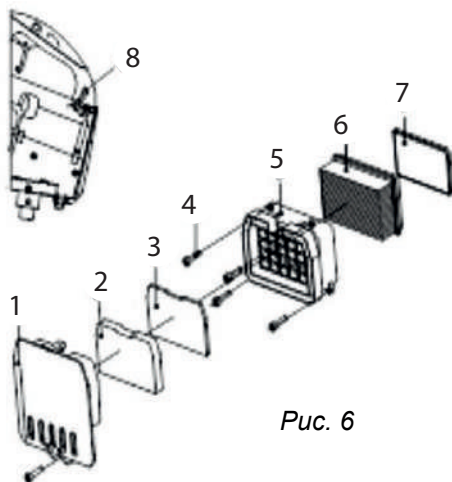

Рис. 6
9.6 Техническое обслуживание воздушного фильтра (рис.6):